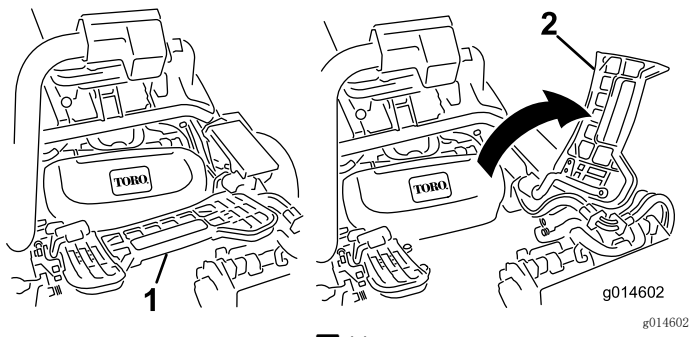

图44
1. 提起搁脚板并翻开，以便接触到中间滚刀组位置（图44）。